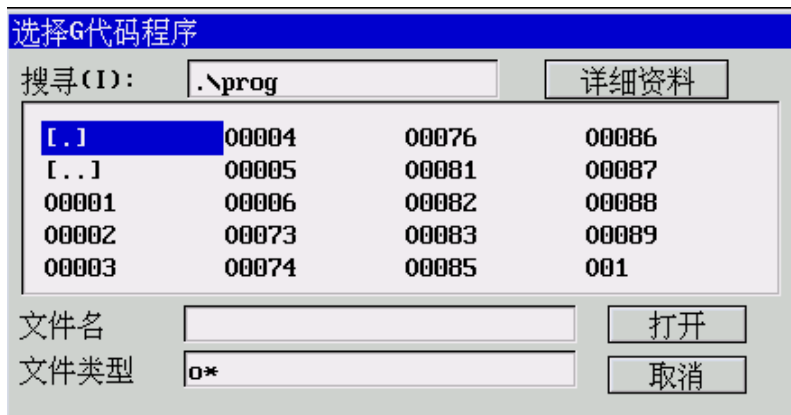

图 6.1.2 选择要运行的磁盘程序
- (2) 按 **Enter** 键，弹出如图 6.1.2 所示对话框；
- (3) 如果选择缺省目录下的程序，跳过步骤(4)~(7)；
- (4) 连续按 **Tab** 键将蓝色亮条移到“搜寻”栏；
- (5) 按▼键弹出系统的分区表，用▲、▼选择分区，如[D:]；